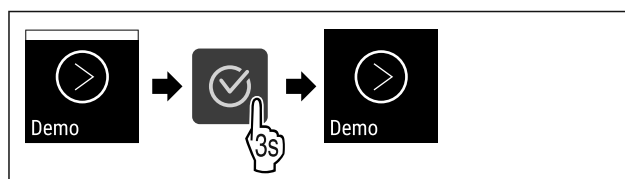

Fig. 117
- ▶ Handlungsschritte (siehe Fig. 117) durchführen.